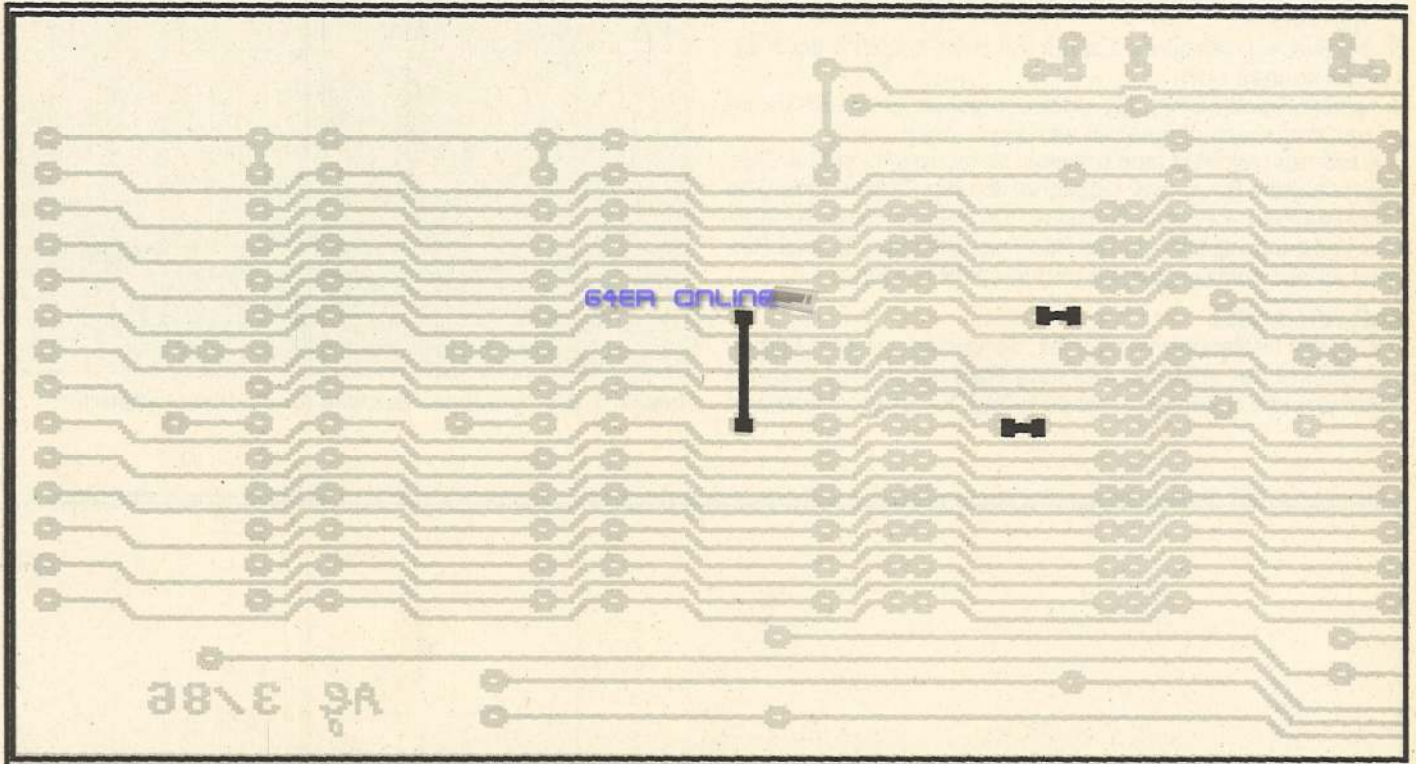
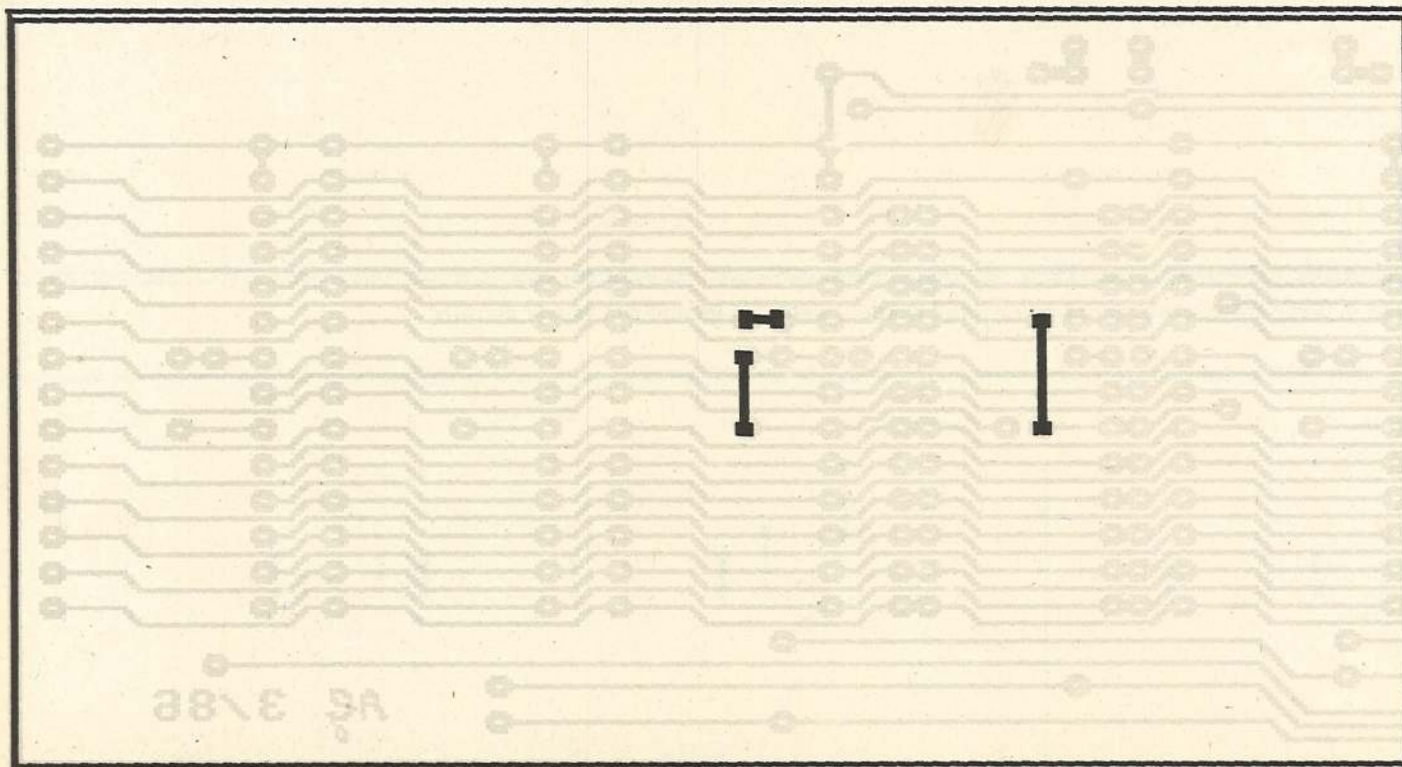
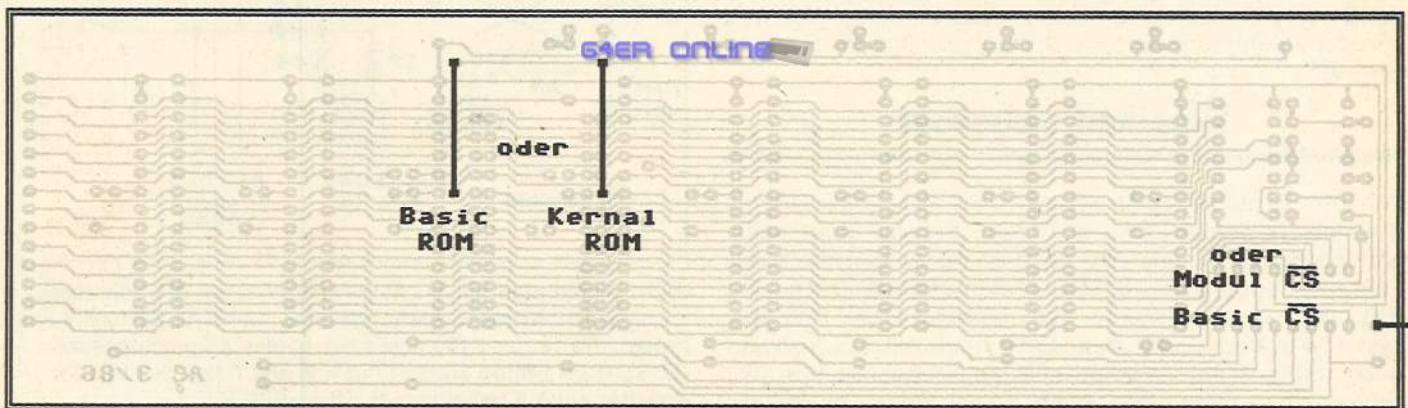

Bild 4. Diese Lötbrücken müssen eingelötet werden, wenn ein Basic-ROM verwendet wird
Bild 5. Bei Verwendung eines Basic-EPROMs sind diese Brücken einzulöten
Bild 6. Wahlweise kann ein Basic-ROM oder -EPROM verwendet werden (siehe Text)
1. Das Basic-ROM ist gesockelt und kann daher in die Umschaltplatine eingesetzt werden. Dazu sind die Brücken entsprechend Bild 4 und zusätzlich die Brücke »Basic-ROM«, wie in Bild 6 zu sehen, einzulöten. Des Weiteren muß am Punkt »I« (Bild 1) ein Verbindungsstift auf der Leiterbahnseite angelötet werden. Über diesen Verbindungsstift gelangt dann das Basic-Chipselect-Signal vom Sockel auf der C64-Platine in die Umschaltplatine und wird dort weiterverarbeitet.
- Will man statt des 24poligen ROM-Bausteins einen modifizierten Interpreter einsetzen, der in einem 28poligen EPROM untergebracht ist, müssen die Brücken gemäß Bild 5 an Stelle der Brücken aus Bild 4 eingesetzt werden.
(S10) der Umschaltplatine zu verbinden, wenn das Original-Basic weiterverwendet werden soll. Der Steckplatz 3 und 4 auf der Umschaltplatine ist dann und in allen sonstigen Fällen gemäß Bild 5 mit den eingezeichneten Brücken zu versehen. Es kann hiermit ein Interpreter-EPROM in den Steckplatz 3 eingesetzt werden.
Das Chipselect-Signal kommt ohnehin über die Stiftleiste auf die Umschaltplatine. Es ist daher nur die Brücke »Kernel ROM« nach Bild 6 zu legen, um softwaremäßig diesen Bereich umzuschalten.